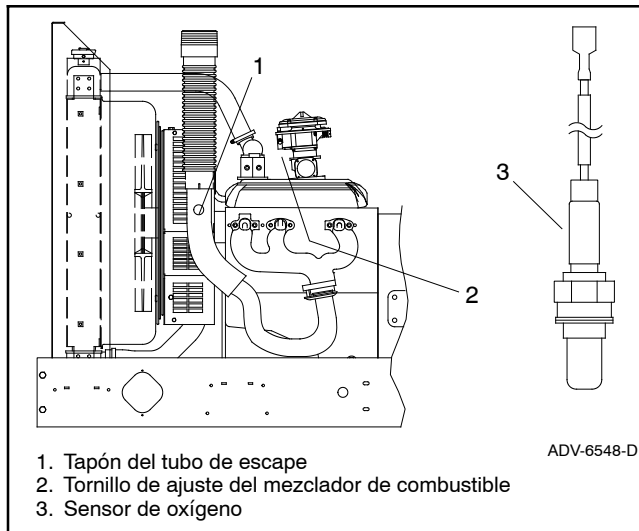

Figura 9-29 Ubicación de Montaje del Sensor de Oxígeno, típico (modelo de 30kW presentado)
- a. Retire el tapón del tubo sensor de oxígeno del tubo de escape. Consulte la Figura 9-29 para ver la ubicación.